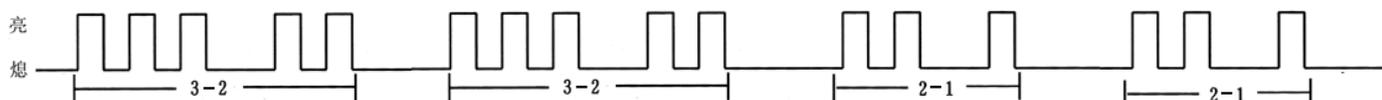

图 4-1 闪码时序图
**4.2.5 故障码含义及故障排除方法：**故障代码由两位数字组成，如 3-2、2-1。ABS 用指示灯连续闪烁（一次闪烁，灯亮约 0.3 秒）的次数表示各位数字的数值。第一位数字显示完毕，停顿（指示灯熄灭）约 0.8 秒后，显示第二位数字。如果系统存在多个故障，则每个故障码闪烁两遍后，开始闪烁下一个故障码。例如要显示 3-2、2-1 两个代码，则闪码时序图如图 4-1 所示：（例如均匀快闪 5 次，中间间隔亮 1 次，就是 5-1）